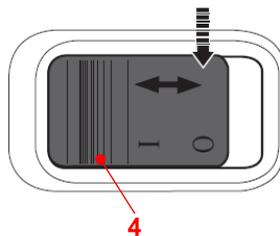

Fig. 17: Posición de encendido
2. Presione de nuevo la parte trasera del interruptor de encendido/apagado (4) para que vuelva a su posición de apagado (Fig. 17).